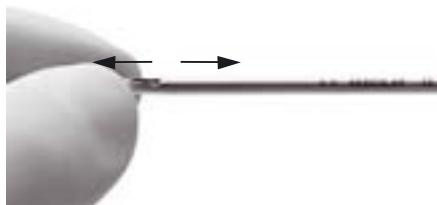

Fig. 3
- Desmontar a haste 5, ver Fig. 3: